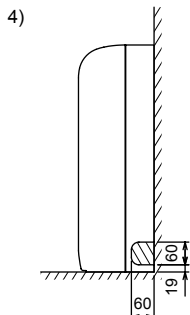

Fig. 3-10
4) Voor pijpen aan de rechterzijde (Fig. 3-10)